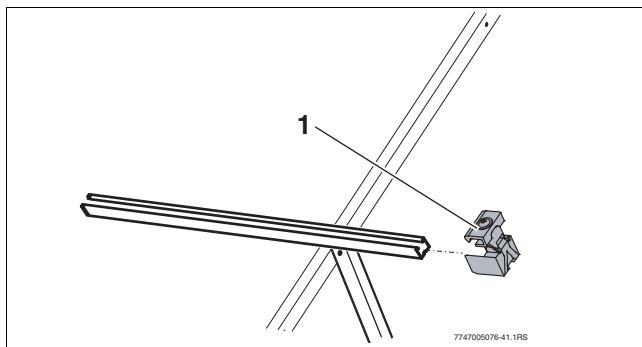

Fig. 63 Deslizar la sujeción sencilla del captador
► Deslizar la sujeción sencilla (Fig. 63, [1]) del captador en el extremo derecho del campo del captador en los perfiles de cubierta plana/tejado inclinado hasta que encaje en el primer agujero alargado del perfil.